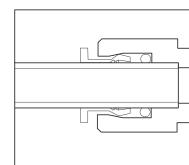

Fig. 2
- ▷ Überprüfen Sie, ob die Leitung vollständig eingeführt wurde (Abb. 2).